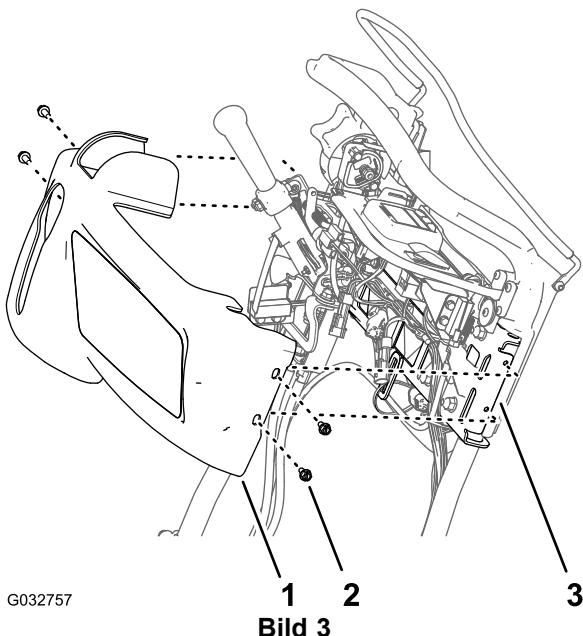

Bild 3
1. Entfernen Sie die vier Bundbolzen ($1/4" \times 1/2"$), mit denen die Abdeckung des Armaturenbretts an der Stützhalterung des Führungsholms befestigt ist (Bild 3).
2. Schieben Sie die Abdeckung des Armaturenbretts nach oben und vorne und nehmen Sie die Abdeckung von der Maschine ab (Bild 3).